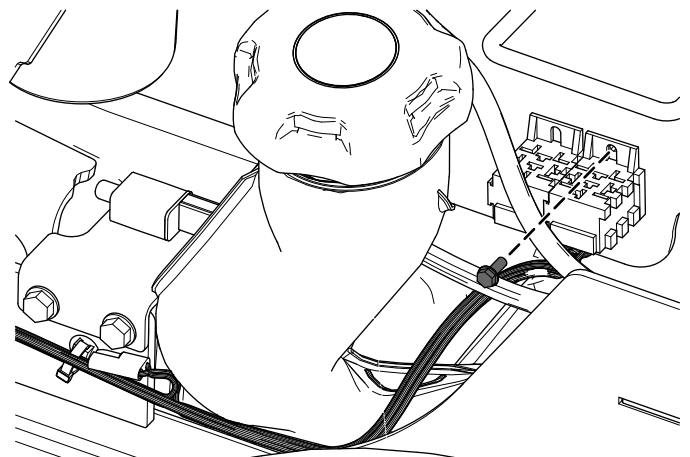

Figura 20
4. Prenda a cablagem próximo dos relés utilizando o parafuso Taptite (Figura 20).